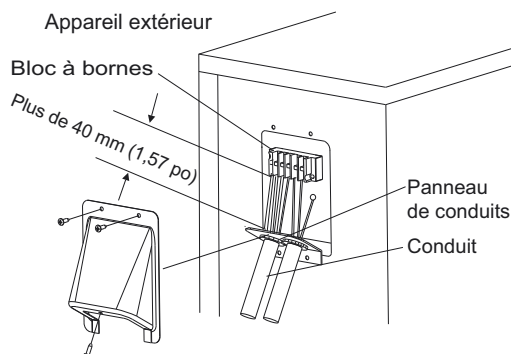

Fig. 10 – Câblage sur place
5. Raccordez le conduit au panneau de conduits (voir fig. 10).